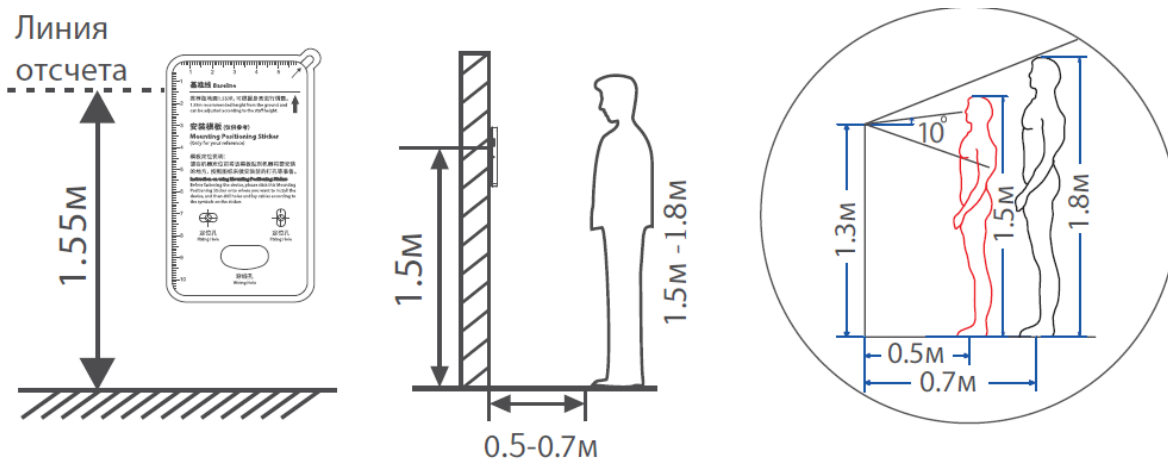

Рисунок 3.2
- 1) Разместите монтажный шаблон на стене и просверлите отверстия в соответствии с монтажным шаблоном (рис. 3.2).